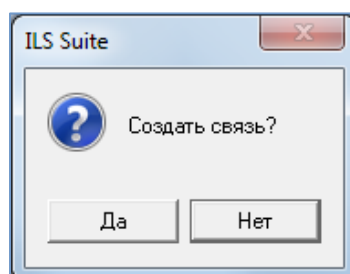

Рис. 10-27 – Диалоговое окно
- 4) В отобразившемся диалоговом окне нажать кнопку «Да» для подтверждения создания связи, для отмены нажать «Нет» (рис. 10-27).